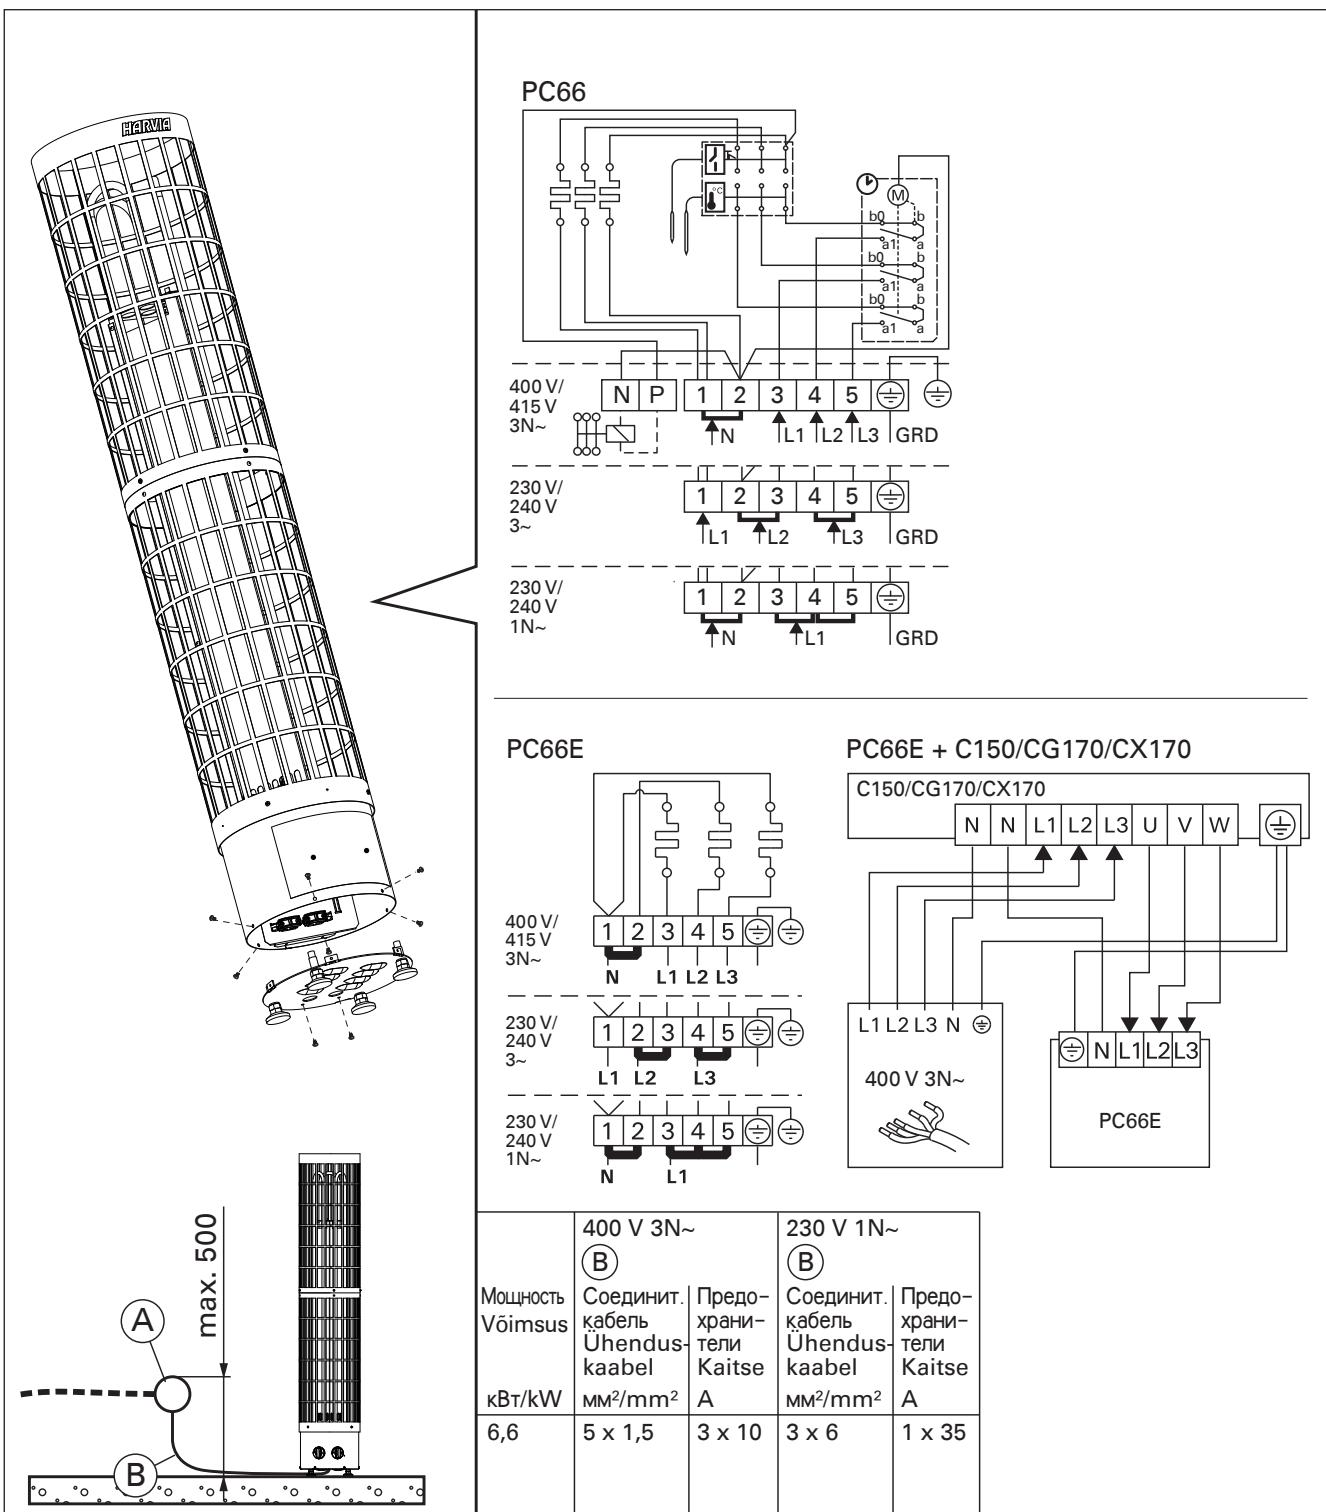

Рисунок 8. Электромонтаж
- Каменка гибким проводом подсоединяется к соединительной коробке (рис. 8: А) на стене сауны. Соединительная коробка должна быть брызгозащищенной и находиться на расстоянии не более 500 мм от пола.
- В качестве кабеля (рис. 8: В) следует использовать резиновый кабель типа HO7RN-F или подобный.
- PC66: Кроме клемм питания каменка оснащена также клеммой (P), которая делает возможным управление электрическим нагревом (рис. 8). Управляющее напряжение передается от каменки, когда она включена. Кабель управления электронагревом подводят прямо к соединительной коробке каменки и дальше с